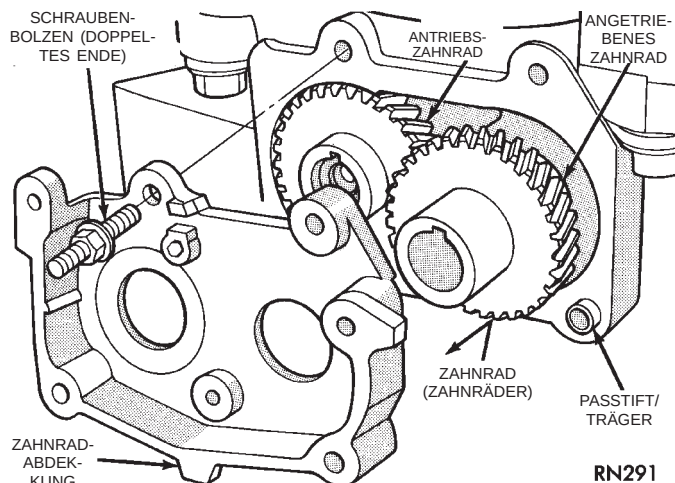

Abb. 36 Zahnradabdeckung und Zahnräder
(4) Zahnradabdeckung und Ausgleichswellen abnehmen (Abb. 36).
(5) Zum Trennen des Trägers von der Motorgrundplatte die vier Befestigungsschrauben Träger/Kurbelwellengehäuse herausdrehen.